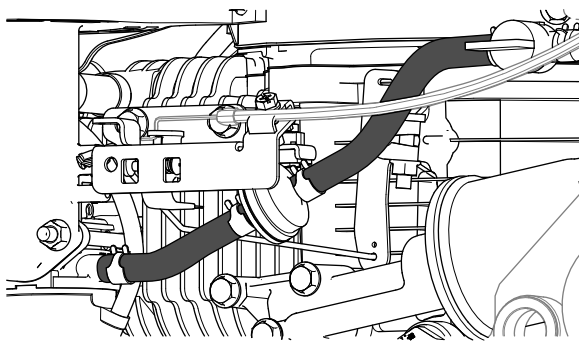

Figure 41
3. Branchez le flexible de carburant sur le raccord de carburant du carburateur (Figure 41).